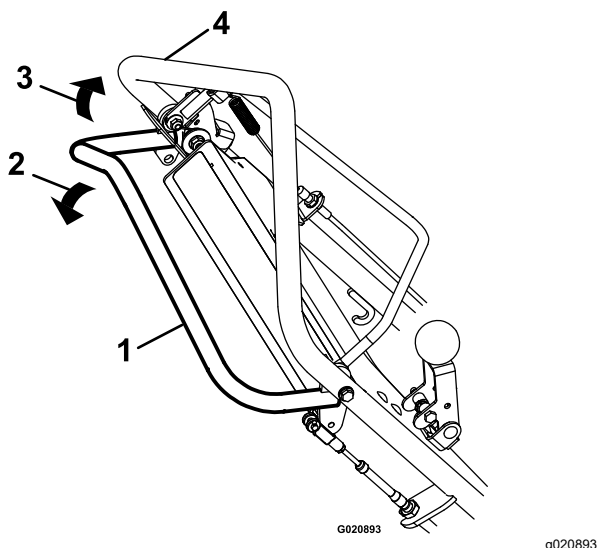

Figura 12
- Para desplazarse hacia adelante, apriete la barra de autopropulsión contra el manillar (ver (Figura 12).